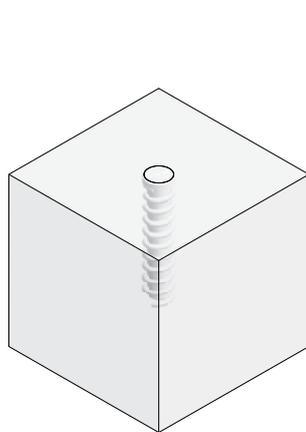

Abb. 9.3
■ Nach dem Betonieren wird der Spiralanker an der vorgesehenen Stelle in den frischen Beton gedrückt. Die Oberfläche des Styroporkernes entspricht der fertigen Oberfläche des Betons (Abb. 9.3).